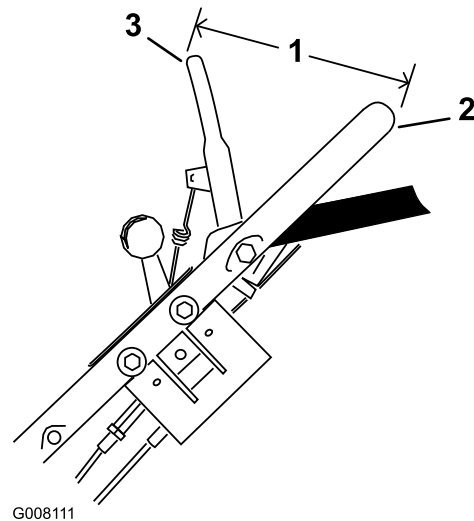

Figura 33
6. Sujete la barra de control de manera que la parte exterior de la misma quede a 14 cm de la parte exterior del manillar, y tire del cable para eliminar la holgura, pero no tense el muelle (Figura 33).